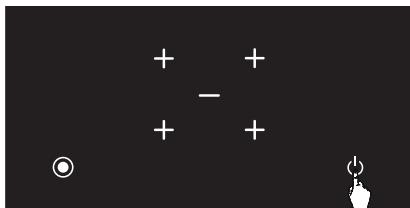

Рис. 12
- Нажмите кнопку  чтобы выключить варочную панель. (см. Рис. 12).